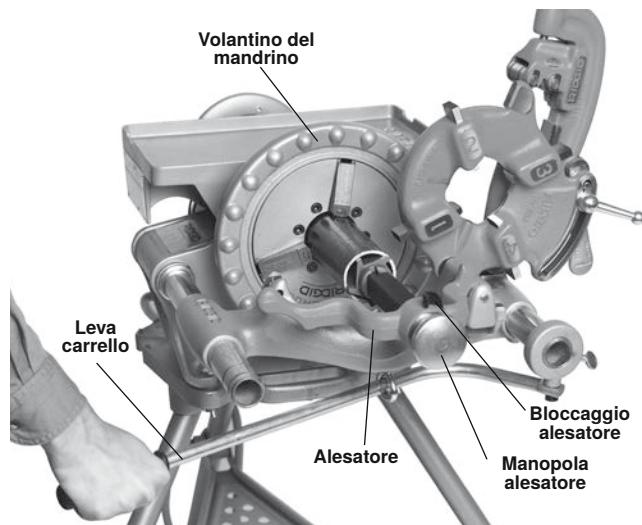

Figura 22 – Alesatura con l'Alesatore n. 341
- Estendere l'alesatore premendo il fermo e facendo scorrere la manopola verso il tubo fino a quando imbocchi l'estremità della barra (*Figura 22*).